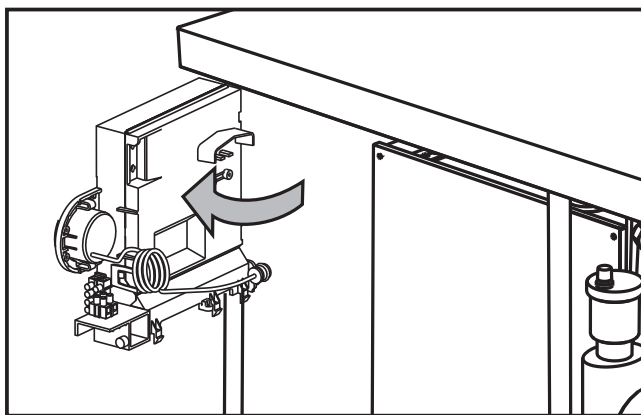

рис. 21
- Ослабить винт и повернуть панель управления (см. рис. 21).